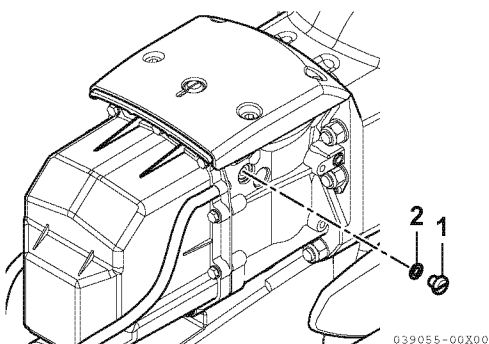

Figura 12
7. Retire el tapón respiradero de aceite (1, **Figura 12**) y la junta (2, **Figura 12**). Deje drenar el aceite completamente.